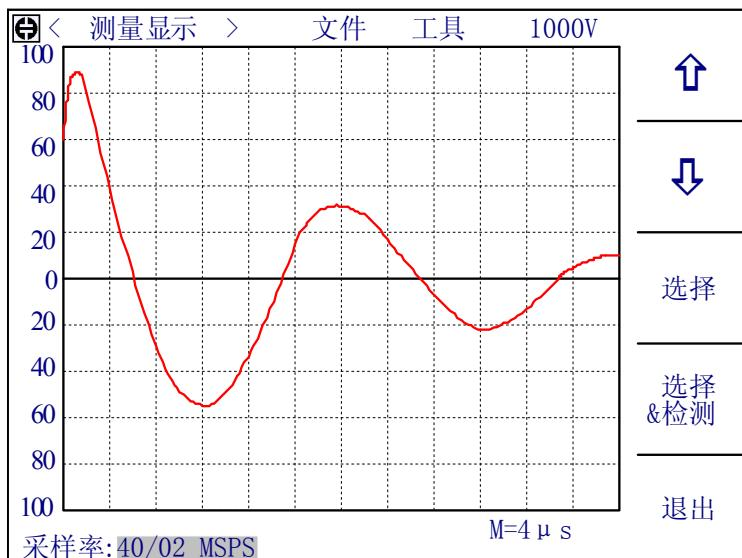

图 4-9 标准波形采样-单次循环
2. 单次循环：按启动键后，仪器测试每个采样率的标准波形，并且两次采样之间不等待时间，同时屏幕中央出现**测试中**信息，此时用户可以按**中止**测量软键退出标准波形采样。全部采样结束后，出现如图 4-9 画面，等待用户的操作，此时的可用软键如下：